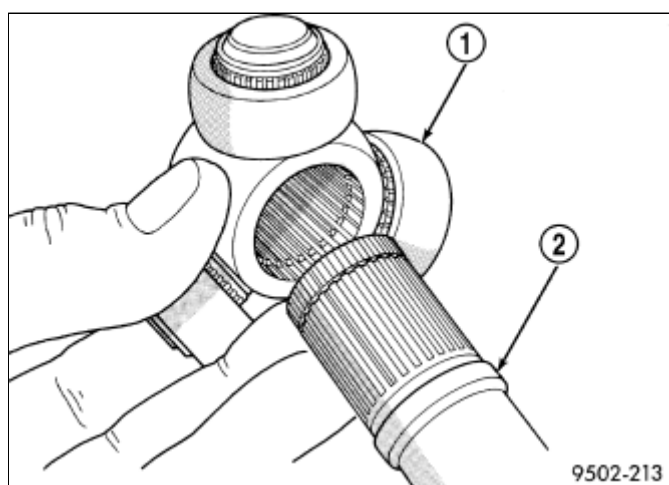

图 2 互连轴上安装十字轴总成
2. 将十字轴总成（1）\(图 2\)安装到互连轴上（2）。十字轴总成必须安装到互连轴上且尽可能远，以便充分安装十字轴固定卡环。